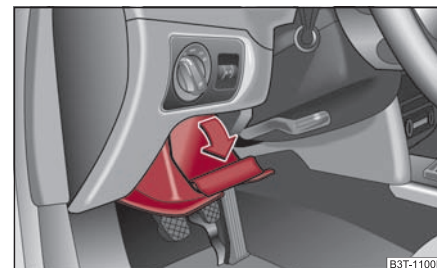

Fig. 109 Tableau de bord: Vide-poches côté conducteur
- Le vide-poches s'ouvre en levant la poignée et le relevant dans le sens de la flèche ⇒ fig. 109.